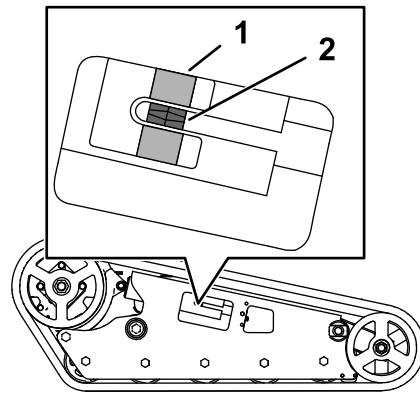

Figure 58
Vérifiez que le bloc de tension est aligné sur le guide vert de l'autocollant ou qu'il se trouve à 1,3 cm ( $\frac{1}{2}$  po) de l'arrière de la fente du tube de tension (Figure 58).
4. À l'aide d'un rochet de  $\frac{1}{2}$  pouce, tournez la vis de tension jusqu'à ce que le bloc de tension soit aligné sur le guide vert de l'autocollant ou se trouve à 1,3 cm ( $\frac{1}{2}$  po) de l'arrière de la fente du tube de tension (Figure 58).
- Vérifiez que le bloc de tension est aligné sur le guide vert de l'autocollant ou qu'il se trouve à 1,3 cm (½ po) de l'arrière du tube de tension pour les deux chenilles (Figure 58). Réglez-la si nécessaire.